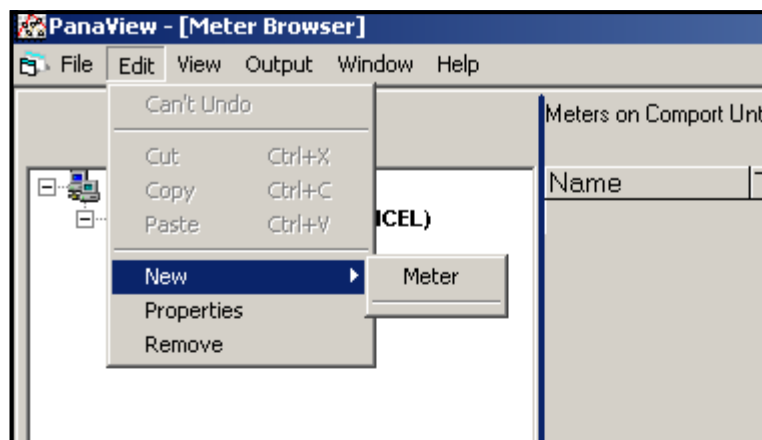

Figura 35: Opção New (Novo) no menu Edit (Editar)
2. Clique na opção *New* (Novo) no menu *Edit* (Editar) (veja a Figura 35 abaixo).